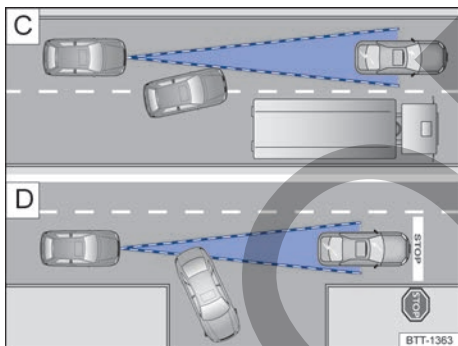

Fig. 117 C) Cambio de carril. D) Vehículo girando y otro detenido.
Si, p. ej., un vehículo detectado por el ACC gira o se aparta y delante del mismo hay un vehículo detenido, el ACC no reaccionará ante este último → fig. 117 D).
- En caso de vehículos que cambien al carril por donde usted circula a muy poca distancia del vehículo → fig. 117 C).